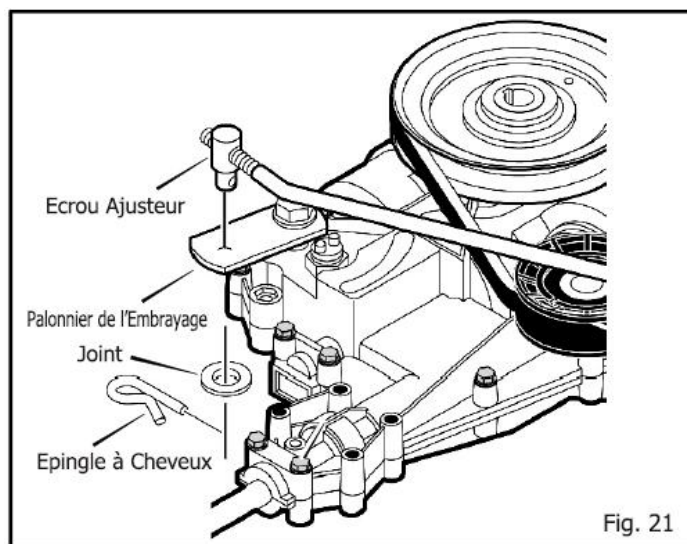

Fig. 21
2. Dévisser l'**écrou ajusteur** du **palonnier de l'embrayage** (Figure 21).